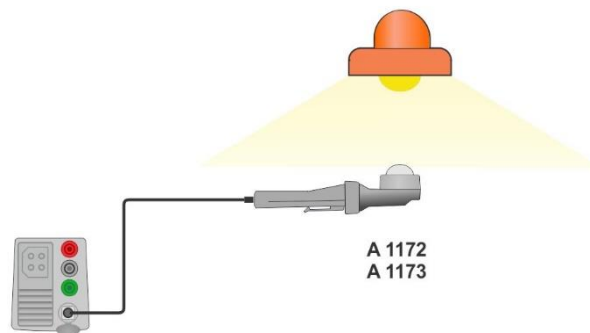

Abbildung 7.121: Positionierung des LUXmeter Sensor
- › Positionieren Sie den LUXmeter Sensor **Abbildung 7.121**